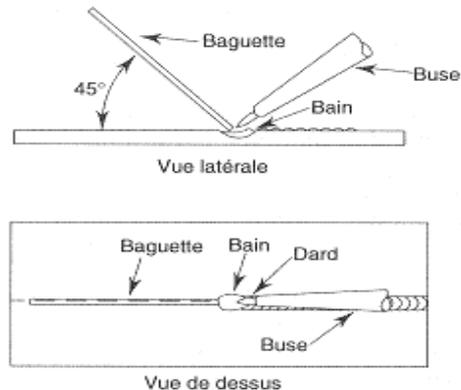

Figure 2.18
- Baguette tenue à 45° par rapport au métal de base, devant la buse et dans l'axe du cordon de soudure (Figure 2.18).